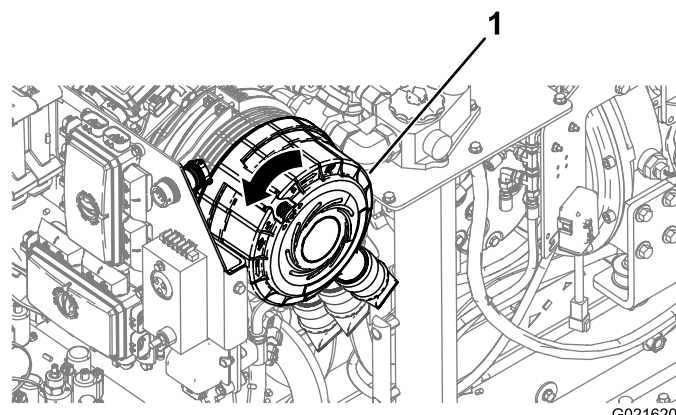

Figure 117
6. Faites pivoter le couvercle du filtre dans le sens antihoraire pour placer le capuchon antipoussière à la position 4 heures (Figure 117).
4. Faites pivoter le couvercle du filtre à air dans le sens horaire pour placer le capuchon antipoussière à la position 4 heures (Figure 117).
5. Poussez vers l'intérieur le verrou situé sur le couvercle du filtre à air jusqu'à ce qu'il soit complètement engagé (Figure 117).